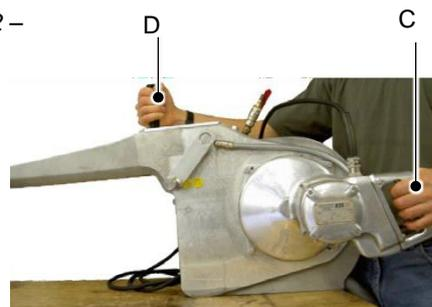

Fig. 6.2 – Ligar a serra de fita (uma mão)
**EFA SB 287 E, EFA SB 288 E e EFA SB 289 E** – consulte a Fig. 6.2 –